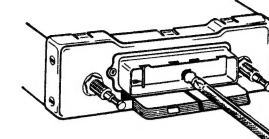

Fig. 45
5. Gewebeschlauch (6 mm ϕ) auf Skalenlampe schieben und mit leichtem Druck und Drehen nach links Skalenlampe herausnehmen, Fig. 45.
6. Neue Skalenlampe in Schlauch stecken und nach Fig. 45 mit leichtem Druck und Drehen nach rechts einsetzen.
5. Push isolation sleeve (1/4") on dial lamp and pull out dial lamp with light pressure turning to the left, Fig. 45.
6. Hook new dial lamp on sleeve and insert with light pressure turning of the right, Fig. 45.